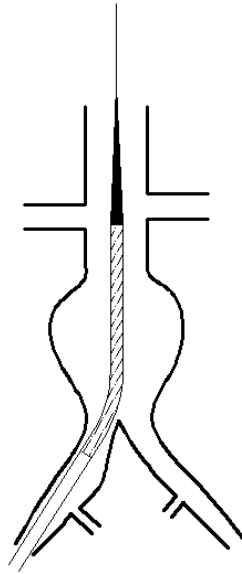

Fig. 4 Introducción del sistema de liberación
5.8 Introducir lentamente el sistema de suministro de aneurisma aórtico abdominal sobre el alambre guía, siempre mantener la válvula de hemostasis en el lado opuesto de la paciente. (Fig.4)